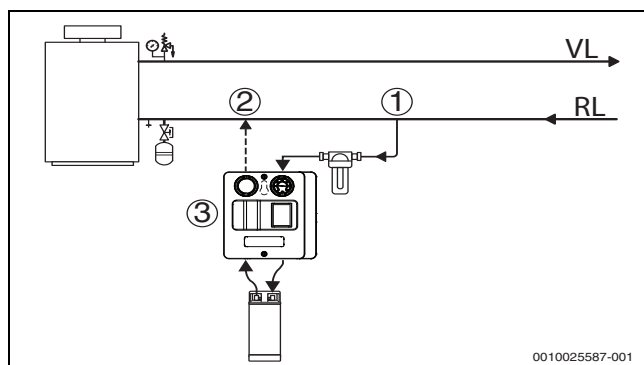
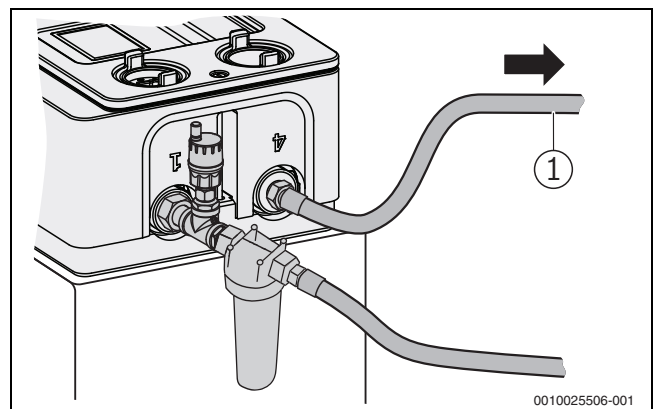

Bild 6 Anschlussschema Bypassentsalzungsmodul
Bild 8 Wasserfilter und Rücklauf anschließen
Das Modul wird gemäß Anschlussschema (→Bild 6) und den folgenden Vorgaben in die Heizungsanlage integriert:
- ▶ Wasserfilter mit Automatik-Entlüfter an das Modul (Anschluss 1) anschließen. Dichtungen verwenden. (→Bild 8)
- ▶ Ersten Anschlussschlauch an den Filtereingang anschließen (Dichtung verwenden), jedoch nicht mit der Heizungsanlage verbinden. Offenes Ende in die Nähe des Bodenablaufs oder gegebenenfalls in ein Auffanggefäß oder in die zweite Transport-Box legen. (→Bild 8)
- ▶ Zweiten Anschlussschlauch zur Rückführung des Heizwassers am Modul (Anschluss 4; →Bild 8) anschließen und mit der Heizungsanlage verbinden (→ Bild 6). Dichtungen verwenden.